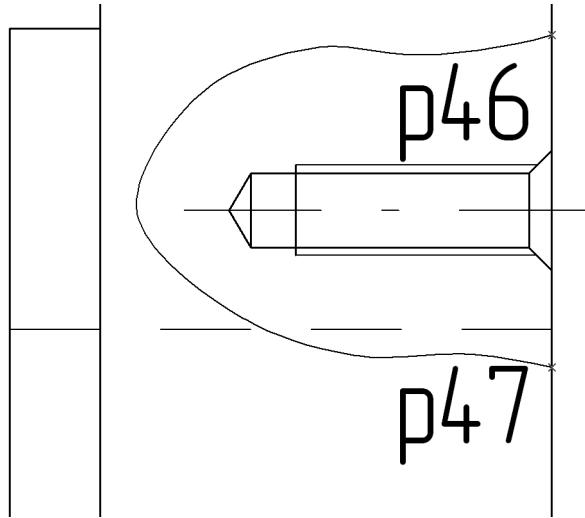

Рис. 51.98.
1. Увеличьте часть чертежа, как это показано на рис. 51.98.
2. Нажмите кнопку **Кривая Безье** и постройте плавную кривую со стилем *Для линии обрыва*. Чтобы зафиксировать начальную r46 и конечную r47 точки, используйте локальную привязку **Точка на кривой** (рис. 51.98). Промежуточные точки введите «на глаз».